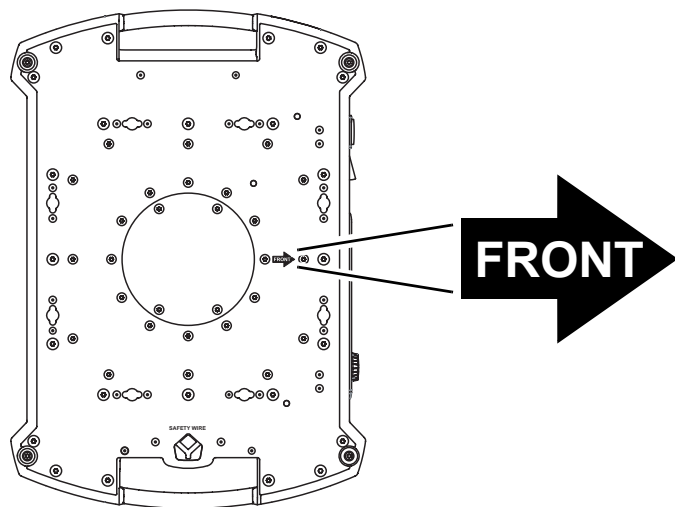

Figure 4: Avant de l'appareil
3. Voir Figure 4. Notez la position des flèches indiquant la face avant du projecteur.